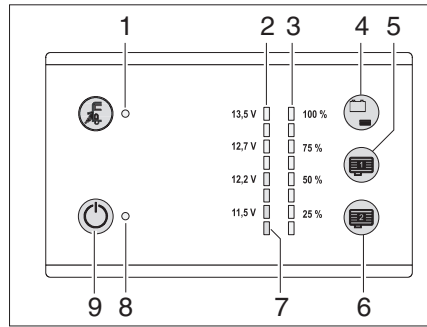

Fig. 92 Panel LT 101 / LT 102
El nivel de llenado del depósito de agua se puede consultar con la tecla táctil (Fig. 92,4).
- Tocar la tecla táctil (Fig. 92,4): El nivel de llenado del depósito de agua se visualiza en cuatro niveles con los LEDs (Fig. 92,3) (25 % a 100 %).
El LED de advertencia rojo (Fig. 92,7) parpadea en cuanto la tensión de la batería del habitáculo es solamente 11 V (medida en funcionamiento) y con ello la descarga total inminente.
Con la tecla táctil (Fig. 92,4) se puede consultar el estado de carga de la batería del habitáculo.
Indicar: ■ Tocar la tecla táctil (Fig. 92,4): Se muestra el estado de carga de la batería del habitáculo.
El interruptor principal de 12 V (Fig. 92,9) conecta y desconecta el panel y la alimentación de 12 V del habitáculo.
Conectar: ■ Tocar la tecla táctil (Fig. 92,9): La alimentación de 12 V del habitáculo está conectada. La luz de control (Fig. 92,8) se enciende de color verde.
Desconectar: ■ Tocar la tecla táctil (Fig. 92,9) de nuevo: La alimentación de 12 V del habitáculo está desconectada. Se apaga la luz de control de 12 V (Fig. 92,8).
- ▷ Si el LED de advertencia de descarga total (Fig. 92,9) parpadea, la alimentación no puede ser conectada, ya que la tensión de la batería es demasiado baja.